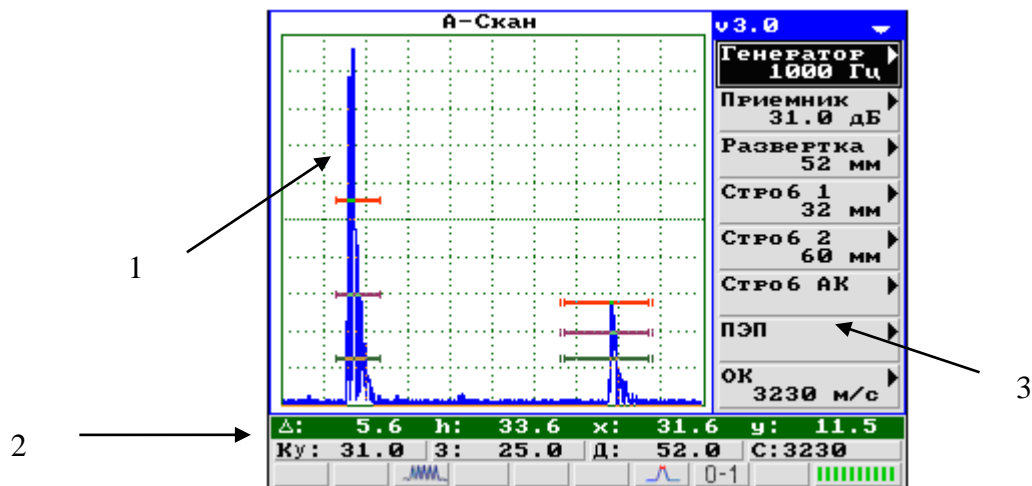

Рисунок 7
6.2.2 Для включения дефектоскопа нажать кнопку «сеть». Спустя примерно 5 сек. Дефектоскоп входит в основной режим работы. В основном режиме работы дефектоскоп начинает вырабатывать зондирующие импульсы, а экран дефектоскопа делится на три основные части (см. рисунок 7):